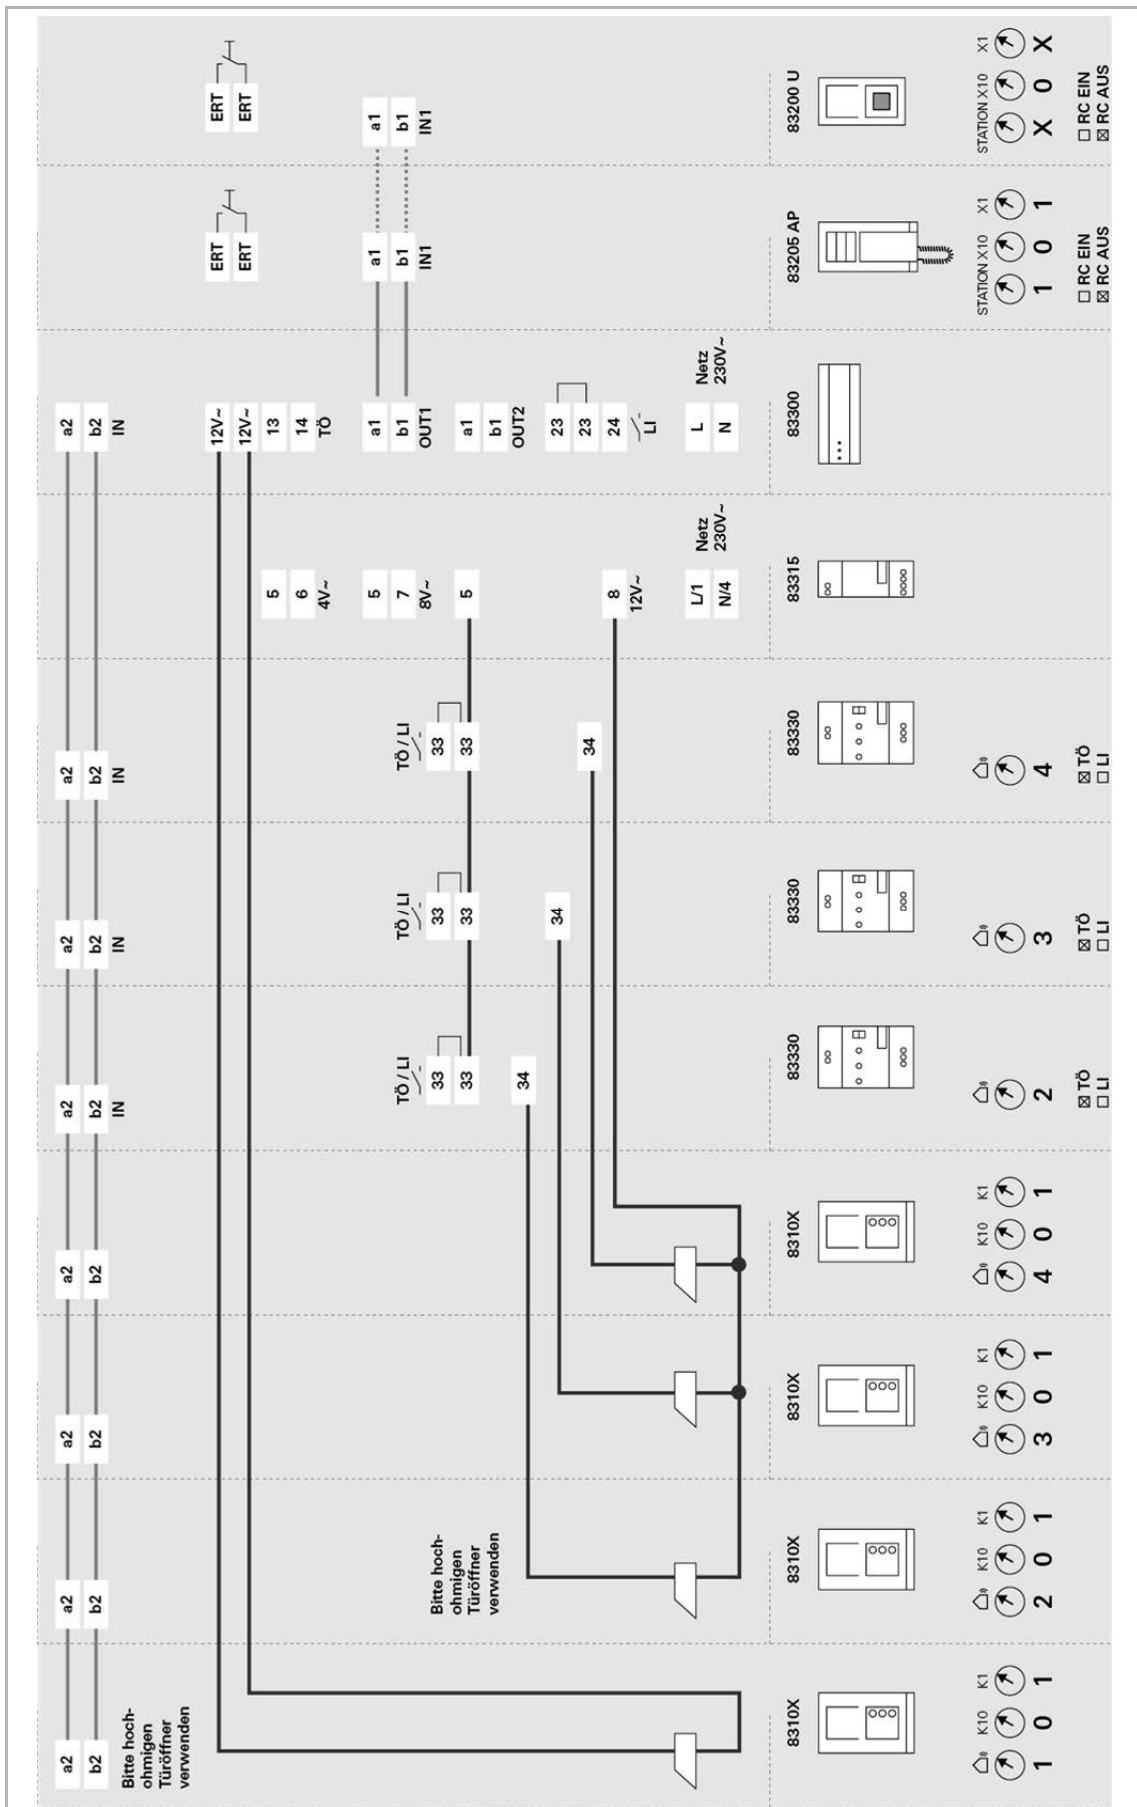

Abb. 20: Audio mit 2 bis 4 Türstationen
4.14 Anlagentyp: Audio mit 2 bis 4 Türstationen (Abb. 20)